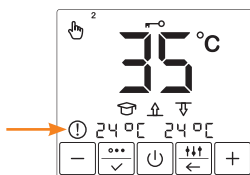

Abb. 14 / Fig. 14 / fig. 14
Der Thermostat überwacht kontinuierlich den Betrieb des Heizsystems. Wenn die eingestellte Temperatur innerhalb von 4 Stunden nicht erreicht werden konnte erscheint die Fehlermeldung (1) auf dem Display (Abbildung 14).
The thermostat continuously monitors the operation of the heating system. If the heating system cannot warm up the surface to the set temperature within 4 hours, the corresponding information appears on the display (1) (Figure 14).
Le thermostat surveille en permanence le fonctionnement du système de chauffage. Si le système de chauffage ne peut pas réchauffer la surface à la température réglée dans les 4 heures, l'information correspondante apparaît sur l'écran (1) (figure 14).